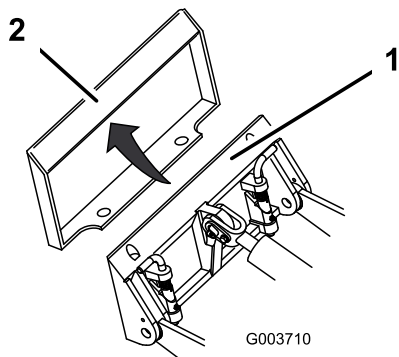

图 4
4. 将安装板放置在附件接收器板的上唇口中 **图 4**。